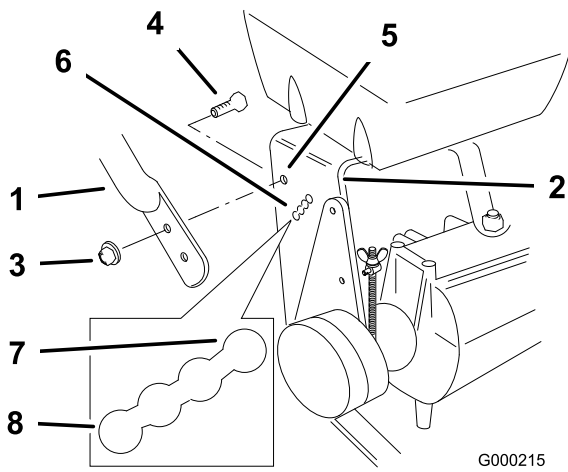

Figura 16
2. Afloje los pernos con arandela prensada superiores (3/8 x 1 pulgada) y la tuerca con arandela prensada que sujetan el manillar al bastidor trasero (Figura 16).
- Retire los pernos con arandela prensada inferiores (3/8 x 1 pulgada) y las tuercas con arandela prensada que fijan el manillar al bastidor trasero (Figura 16).